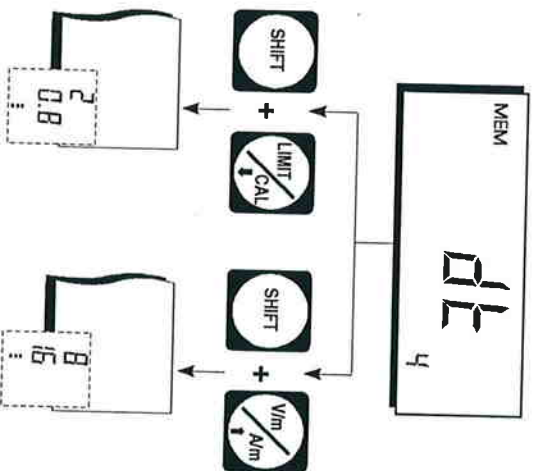

Bild 4-28 Zeitabstand verändern (Sekunden).
- Drücken Sie die Taste **SHIFT** + \downarrow (\uparrow). Der nächst niedrigere (höhere) Zeitabstand erscheint in der kleinen Anzeige (Bild 4-28). Durch weiteres Drücken der Taste **SHIFT** + \downarrow (\uparrow) lassen sich alle verfügbaren Zeitabstände aktivieren.